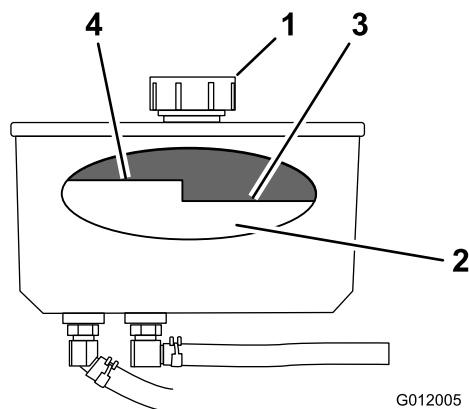

Figure 70
3. Nettoyez la surface autour du bouchon et du goulot de remplissage du réservoir hydraulique (Figure 70).
4. Enlevez le bouchon du goulot de remplissage (Figure 70).
Remarque: Lorsque l'huile est chaude, le niveau doit être en dessous du repère « à chaud » sur le déflecteur (Figure 70).